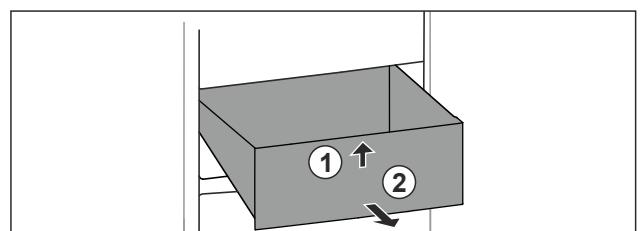

Fig. 68
- Soulever la partie avant du tiroir. Fig. 68 (1).
- Retirer le tiroir par l'avant. Fig. 68 (2)